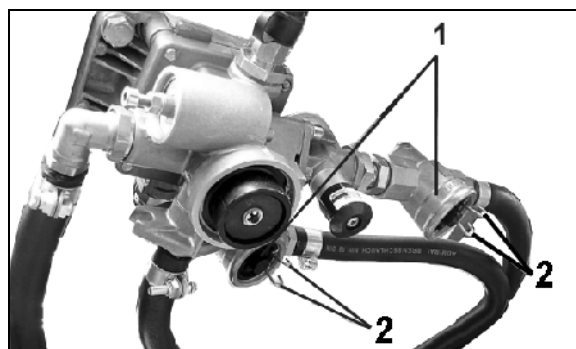

Bild 73
Rengör de två ledningsfiltren (Bild 73/1) en gång i kvartalet (oftare vid besvärliga användningsförhållanden). För detta:
1. Tryck ihop spärren (Bild 73/2) och ta ut spärrstycket med o-ring, tryckfjäder och filterinsats